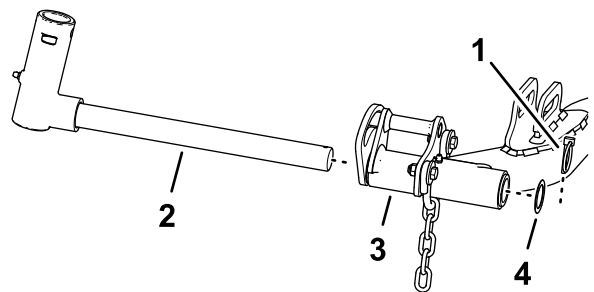

図 17
- ピボットヨークをリフトアームに固定している リンチピンとワッシャーを取り外し、リフトアームからシャフトを外す (図 17)。